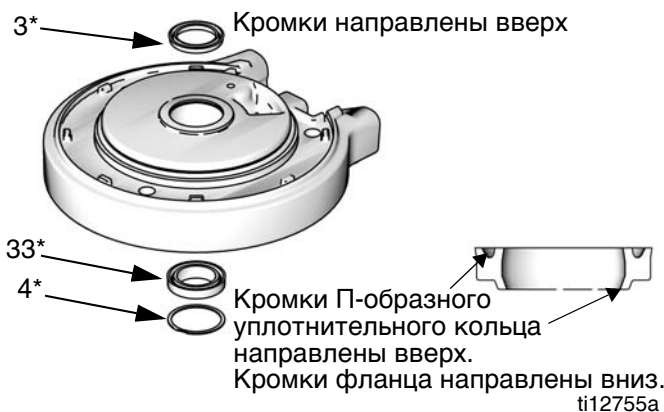

Рис. 7. Установка П-образных уплотнительных колец пневматического двигателя
1. Нанесите смазку на уплотнительное кольцо (9*) и установите его на верхнюю крышку (13).
2. **При наличии двигателя модели 24G787 необходимо выполнить следующее действие.** Установите верхний амортизатор (29) на верхнюю крышку (13).
3. Нанесите смазку на внутреннюю поверхность цилиндра (11). Опустите цилиндр (11) на верхнюю крышку (13).
4. Нанесите смазку на уплотнительное кольцо (8*) и установите его на поршень (5).
5. Опустите узел поршня (5) в цилиндр (11). Убедитесь в том, что уплотнительное кольцо (9*) остается на месте.
6. См. Рис. 7. Нанесите смазку на новое П-образное уплотнительное кольцо с фланцем (33*) и наденьте его на нижнюю часть опоры в нижней крышке (1). Кромки П-образного уплотнительного кольца должны быть обращены вверх, а кромки фланца — вниз. Нанесите смазку на новое П-образное уплотнительное кольцо (3*) и наденьте его на верхнюю часть опоры. Кромки должны быть направлены вверх. Установите фиксирующее кольцо (4*).
- 3 Кромки П-образного уплотнительного кольца направлены вверх. Кромки фланца (в случае нижнего уплотнения) направлены вниз. См. Рис. 7, стр. 12.